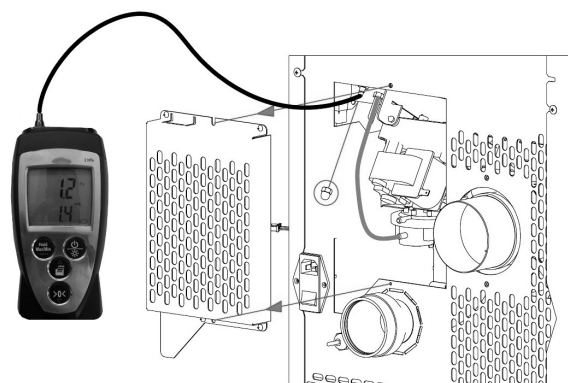

Fig. 76 - Conexión del presostato digital
- Retire las paredes laterales (ver **Fig. 76**).